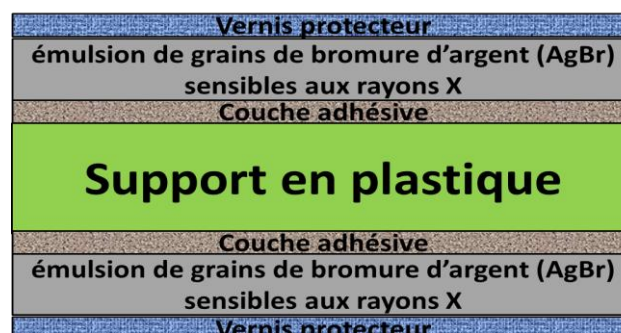

Fig 1. Coupe d'un film argentique
2.1. Le film proprement dit : (Fig 1)